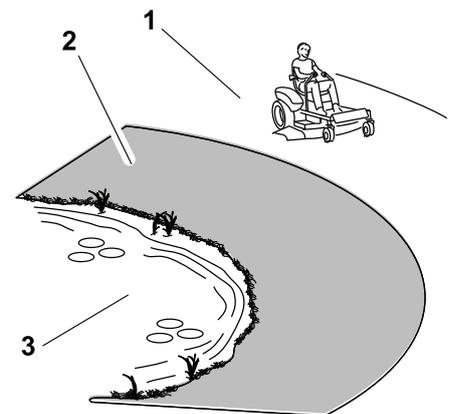

Рис. 2
- Используйте ручную газонокосилку и/или ручной триммер возле обрывов, канав, крутых берегов или воды (рисунок 2).